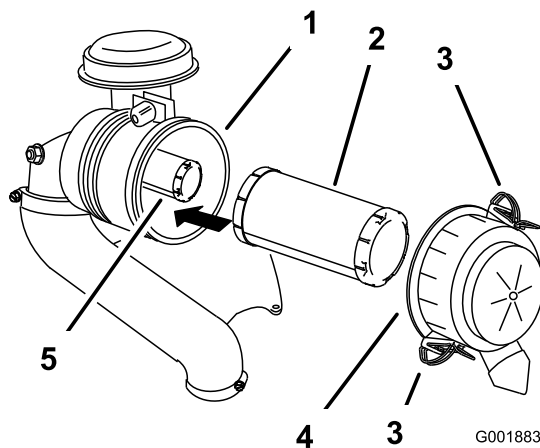

Figura 31
3. Abra los cierres del limpiador de aire y tire de la tapa de la entrada de aire para separarla del cuerpo del limpiador de aire (Figura 31).
5. Extraiga con cuidado el filtro primario del cuerpo del limpiador de aire (Figura 31).
- Si va a cambiar el filtro interno, deslícelo cuidadosamente en el cuerpo del filtro (Figura 31).
- Deslice cuidadosamente el filtro primario por encima del filtro interno (Figura 31).
- Instale la tapa del limpiador de aire y fije los cierres (Figura 31).